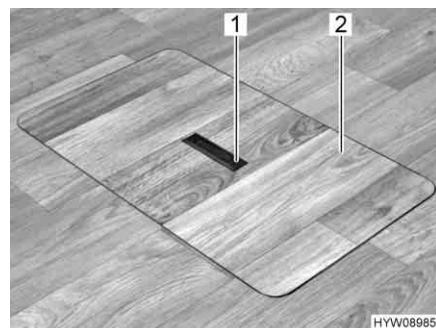
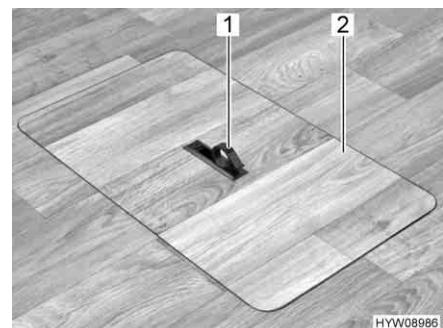

Fig. 81 Copertura vano pavimento
Fig. 82 Copertura vano pavimento
- Spingere la piastra di presa (Fig. 81,1) verso il basso da un lato. La maniglia (Fig. 82,1) viene ruotata verso l'alto.
- Alzare la copertura (Fig. 82,2).
- Collocare la copertura (Fig. 82,2) nell'intelaiatura presente sul fondo.